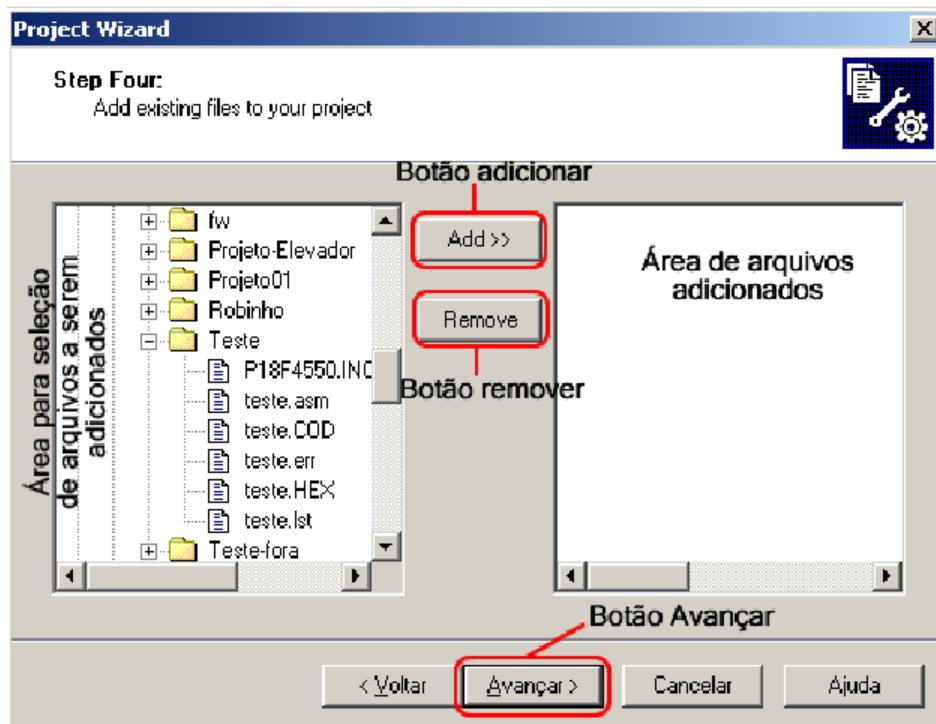

Figura 3. 31 - Inserir arquivos.
- 7) A próxima tela permite adicionar arquivos ao seu projeto. Nós não recomendamos adicionar arquivos através desta janela devido à grande complexidade dos modos de importação de arquivos. Apenas clique em “avançar”. (ver Figura 3. 31)